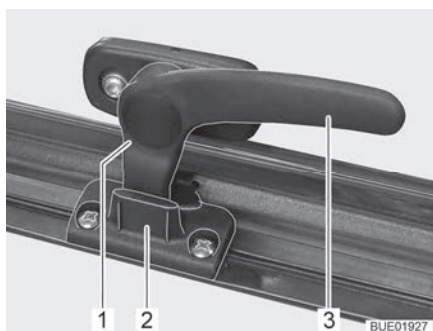

Fig. 31 Palanca de bloqueo en la posición de "ventilación continua"
- En la posición "ventilación continua" (Fig. 31)
- Girar la palanca de bloqueo (Fig. 31,3) un cuarto de vuelta hacia la mitad de la ventana.
- Girar la palanca de bloqueo un cuarto de vuelta hacia el marco de la ventana. El saliente de bloqueo (Fig. 31,1) se ha de introducir para ello en el rebaje del bloqueo de la ventana (Fig. 31,2).